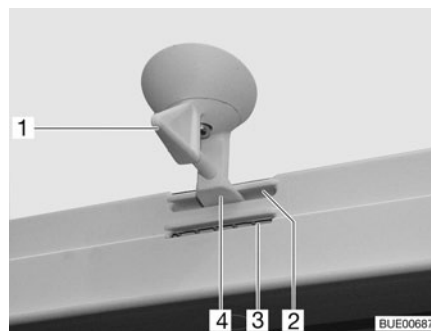
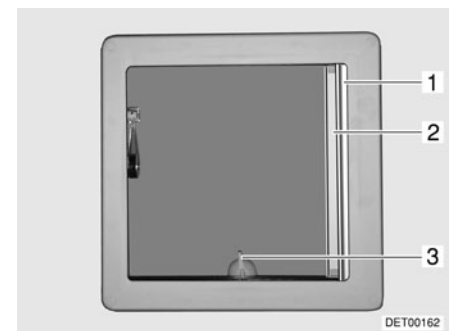

Fig. 56 Claraboya inclinable, bloqueo
Fig. 57 Claraboya inclinable
- Girar la palanca (Fig. 56,1 ó Fig. 57,3) un cuarto de vuelta en sentido contrario a las agujas del reloj.
- Girar la palanca un cuarto de vuelta. El bloqueo (Fig. 56,4) tiene que deslizarse dentro de la apertura inferior (Fig. 56,3).
- Girar la palanca un cuarto de vuelta. El bloqueo (Fig. 56,4) tiene que deslizarse dentro de la apertura superior (Fig. 56,2).
- Extraer del estor plegable (Fig. 57,1) y soltarlo en la posición deseada. El estor plegable se queda fijo en esta posición.
- Tirar la mosquitera enrollable (Fig. 57,2) hasta que engatille en el bloqueo del lado contrario.